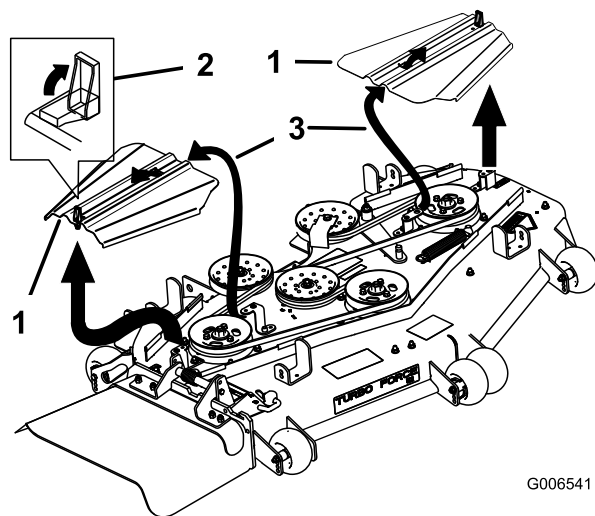

Figure 83
5. Déposez les couvercles de courroie (Figure 83).